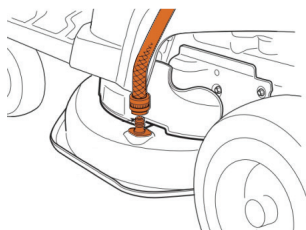

Рис. 16
- Очистите лезвие и платформу, подсоединив водопроводный шланг к насадке для воды (Рис. 16).